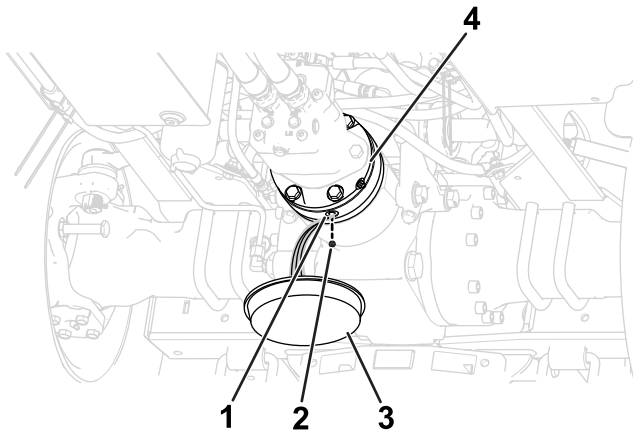

Figura 105
1. Posizionate una bacinella di spurgo sotto il freno idraulico (Figura 105).
2. Rimuovete il tappo di spurgo dal relativo foro (Figura 105).
4. Montate il tappo di spurgo nel relativo foro (Figura 105).